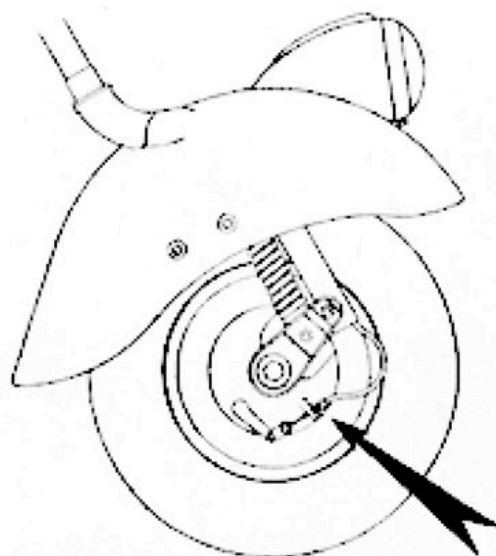

Fig. 10
**Registrazione freni:** Per ottenere un buon funzionamento dei freni occorre che vi sia un giuoco (misurato alla estremità della leva o del pedale) di circa mm. 10 tra il materiale d'attrito sulle ganasce e i tamburi. Tale giuoco si regola agendo sulle apposite viti di regolazione (vedi fig. 10 e 11).